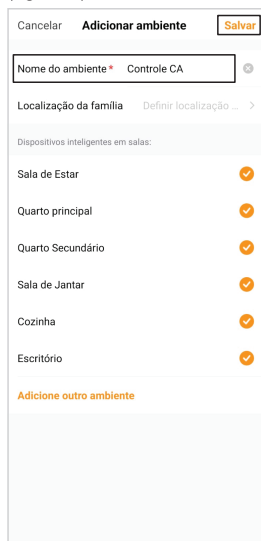
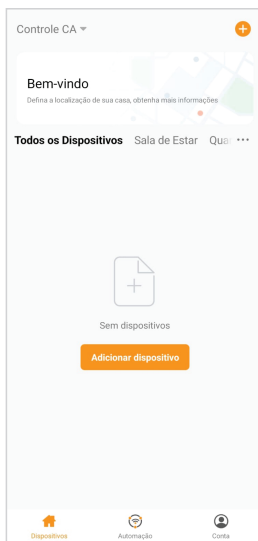

Figura 4
Figura 5
3. Defina um nome para o ambiente e então clique em **“Salvar”**(figura 4). Pronto! O seu novo ambiente está criado, agora basta adicionarmos a fechadura H30 Black WiFi ao novo ambiente (figura 5).